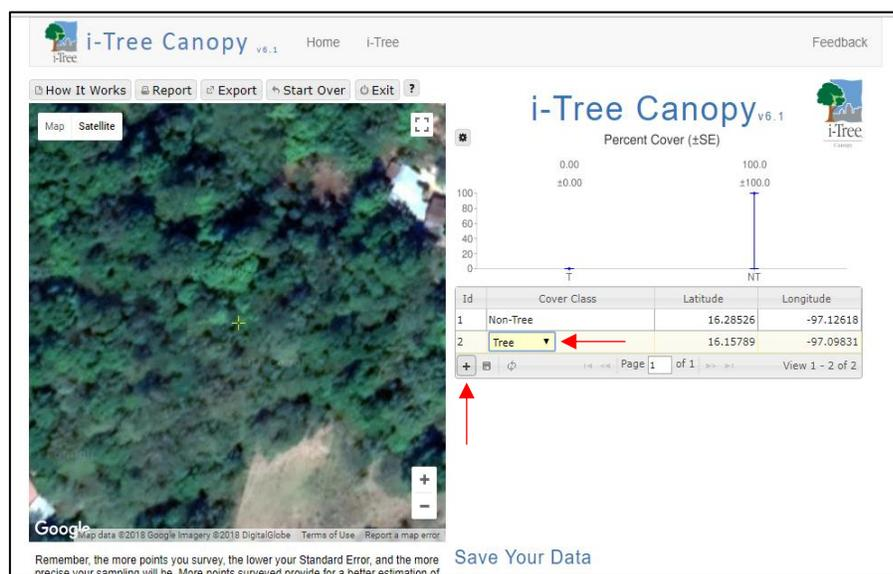

Figura 42. Paso 5 i-tree – Selección de Árbol o No Árbol
- 1.4. El Desarrollador del Proyecto deberá de añadir puntos y clasificarlos como [Tree] (árbol) or [No tree] (no árbol) (Figura 42).